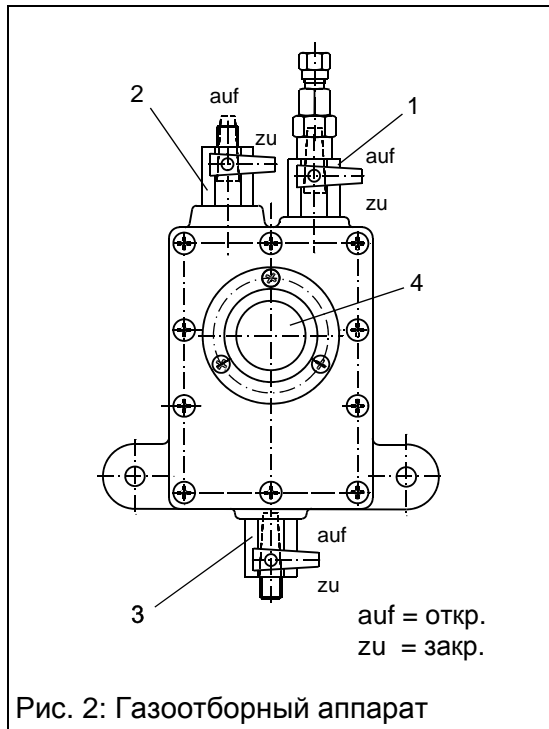

Рис. 2: Газоотборный аппарат
4. Заполнение газоотборного аппарата (рис. 2)
- Отвинтить крышку-колпачок с выходного крана газа (2)
- Открыть впускной кран (1) и выходной кран газа (2) (вертикальное положение крана). Выходной кран масла (3) должен оставаться закрытым. Вследствие давления расширителя масло течет по трубопроводу и заполняет газоотборный аппарат. Во время наполнения наблюдайте за уровнем масла в смотровом оконце (4). Выходной кран газа (2) закрыть (горизонтальное положение), как только из него начнет выступать масло.
5. Отбор газа (рис. 2)
- Отвинтить крышку-колпачок с выходного крана масла (3); проверьте, открыт ли впускной кран (1).
- Закрыть выходной кран масла, как только уровень масла станет виден в смотровом оконце (4).
- Крышку-колпачок отвинтить с выходного крана газа (2).
6. Функциональное испытание газового реле (рис. 2)